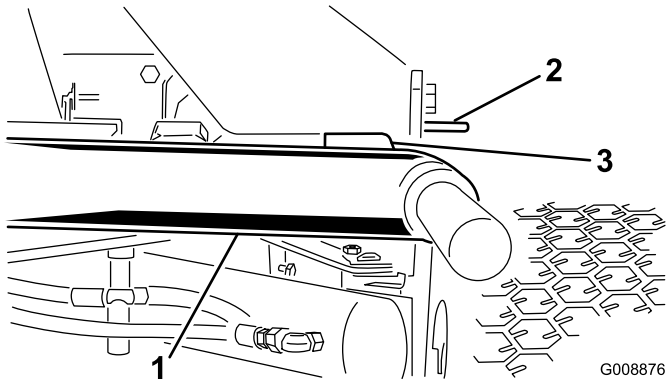

Bild 8
1. Starten Sie den Motor, heben die Mähwerke an und prüfen, ob der Abstand zwischen jedem Hubarm und dem Bügel auf der Bodenplatte zwischen 5 und 8 mm liegt (Bild 8).